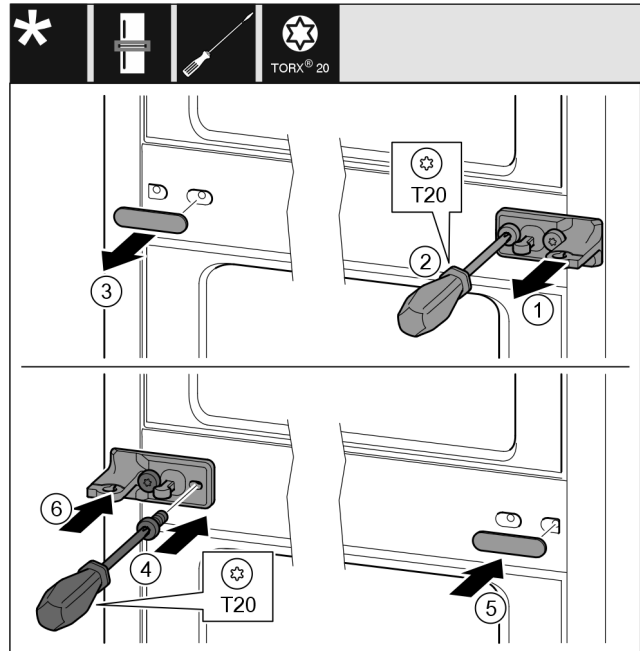

Fig. 12
- ▶ Húzza le az alátétet Fig. 12 (1).
- ▶ Tekerje ki a csavarokat Fig. 12 (2) csavarhúzóval.
- ▶ Óvatosan húzza le a fedelet Fig. 12 (3).
- ▶ Csavarozza fel szilárdan, 180°-kal elfordítva a csapágybakot a fóliával Fig. 12 (4) a másik oldalra.
- ▶ Szerelje fel a fedelet Fig. 12 (5) 180°-kal elfordítva a másik oldalra.
- ▶ Tolja fel az alátétet Fig. 12 (6) előlről.